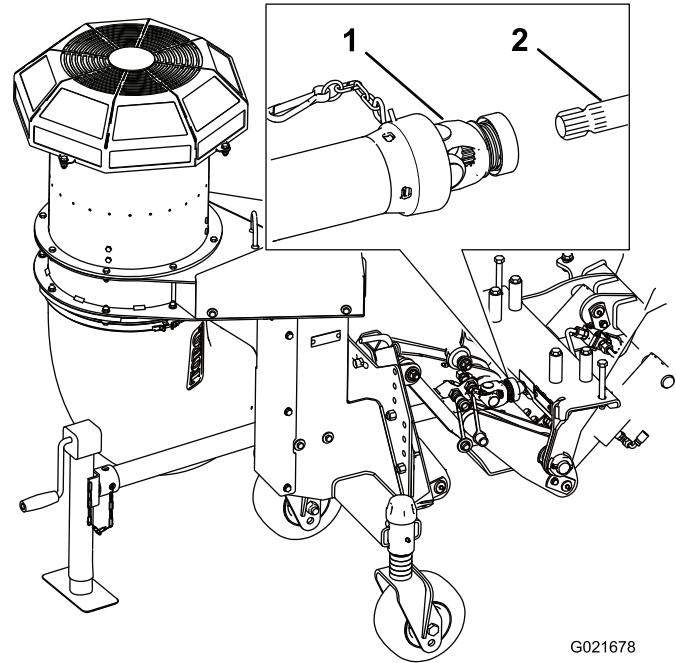

Figura 13
5. Installate l'albero motore al telaio ad attacco rapido facendo scivolare l'accoppiatore rapido sull'albero (Figura 13).
6. Fissate la catena di sicurezza al telaio ad attacco rapido (Figura 13).